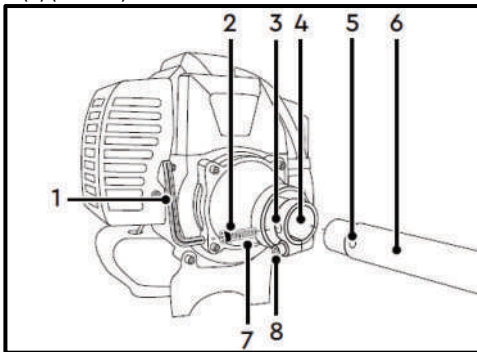

Рис. 13
- Встановіть до упору штангу (6) в отвір (4) верхнього редуктора (7) (Рис. 13).
- Обертаючи штангу (6) і дивлячись в отвір (3), сумістіть отвір (5) штанги (6) з отвором (3) верхнього редуктора (7) (Рис. 13).
- Встановіть в отвір (3) гвинт (2) (Рис. 13).
- Затягніть до упору ключем (1) (5 мм) гвинти (2) та (8) (Рис. 13).